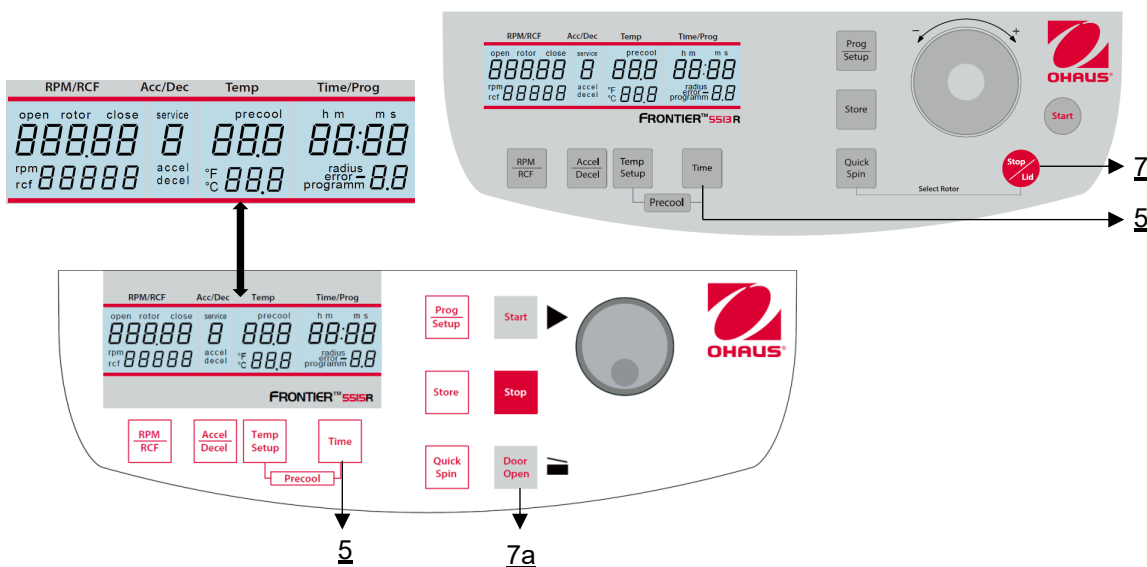

Figura 25
Aprire il coperchio della centrifuga e spegnere l'interruttore principale. Riaccendere l'interruttore principale. Per circa 3 secondi sul display viene visualizzato il nome del modello e la versione attuale del software. Durante questo tempo, premere contemporaneamente i tasti "**Tempo**" (5) e "**Stop/Coperchio**" (7). Di conseguenza, viene eseguito un test del display per circa 3 secondi. Tutti gli indicatori vengono visualizzati contemporaneamente (vedere Figura 25).